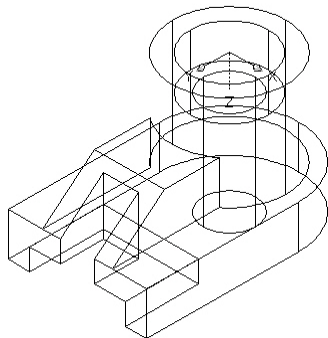

图 9-13 二维线框显示实体
(1) 二维线框选项用于显示用直线和曲线表示边界的对象。如图 9-13 所示为实体二维线框视觉样式效果图。